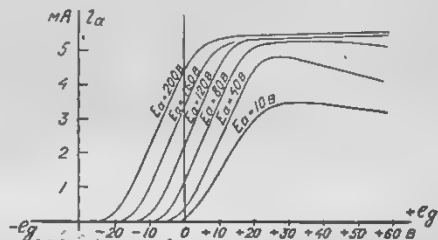
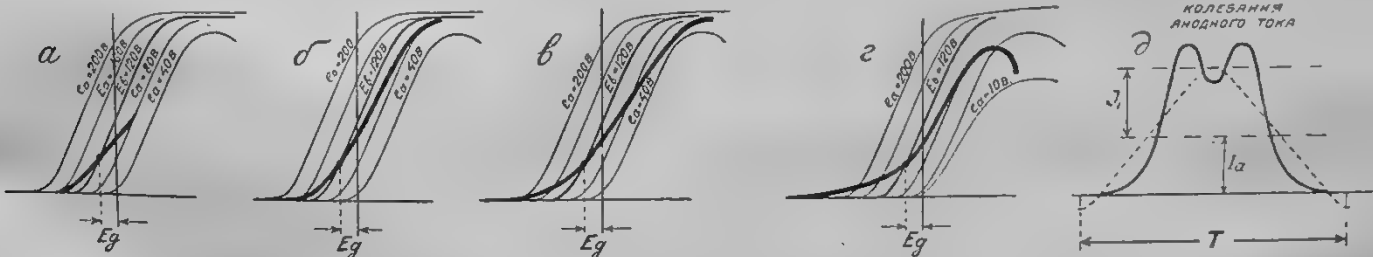

Рис. 1. Характеристики лампы Р5. $E_k = 3,8$ в.
Рис. 2. Различные случаи работы генератора (а и б—недозабужденный режим, в—нормальное возбуждение, г и д—переобзужденный режим).
Как нам уже известно, налаживание передатчика заключается в подборе сопротивления колебательного контура (Z) связи и утечки сетки. Все производимые при налаживании опыты так или иначе отражаются на колебаниях в лампе. Процессы колебаний в лампе мы научились сводить к динамическим характеристикам. Допустим, что все наши опыты протекли с лампой Р5, характеристики которой показаны на рис. 1, при анодном напряжении в 120 в¹. Для упрощения наших рассуждений будем вначале полагать, что минус на сетку, который мы задаем для получения колебаний II рода, а мы будем интересоваться по известным уже причинам только такими колебаниями, создавая смешивающей батареей — влияние утечки сетки учтем позже. И вот, при данном накале, анодном напряжении и минуса на сетку форма динамической характеристики зависит исключительно от связи и сопротивления контура. Образцы различных динамических характеристик, которые могут получиться при манипуляциях, наведены в виде жирной черты, на рис. 2. Какой же из этих характеристик следует отдать предпочтение?
Более сильные колебания анодного напряжения приводят динамическую характеристику (2-г) на такие низкие анодные напряжения, при которых анодный ток не доходит до насыщения вследствие вредного влияния тока сетки, о котором упоминалось в предыдущей статье. В кривой колебаний анодного тока получается провал — седловина (см. рис. 2-г). Попробуем, мы эту кривую можем представить, как сумму постоянного тока, I_a , текущего через анодную батарею, и токов различных частот (см. № 6 „РЛ“). Нас в первую очередь интересует амплитуда тока основной частоты (J_1), так как она обуславливает мощность передатчика. Оказывается, что глубокая седловина
тока насыщения. У лампы Р5, согласно рис. 1, это напряжение равно около 40 в. Мощность в контуре равна